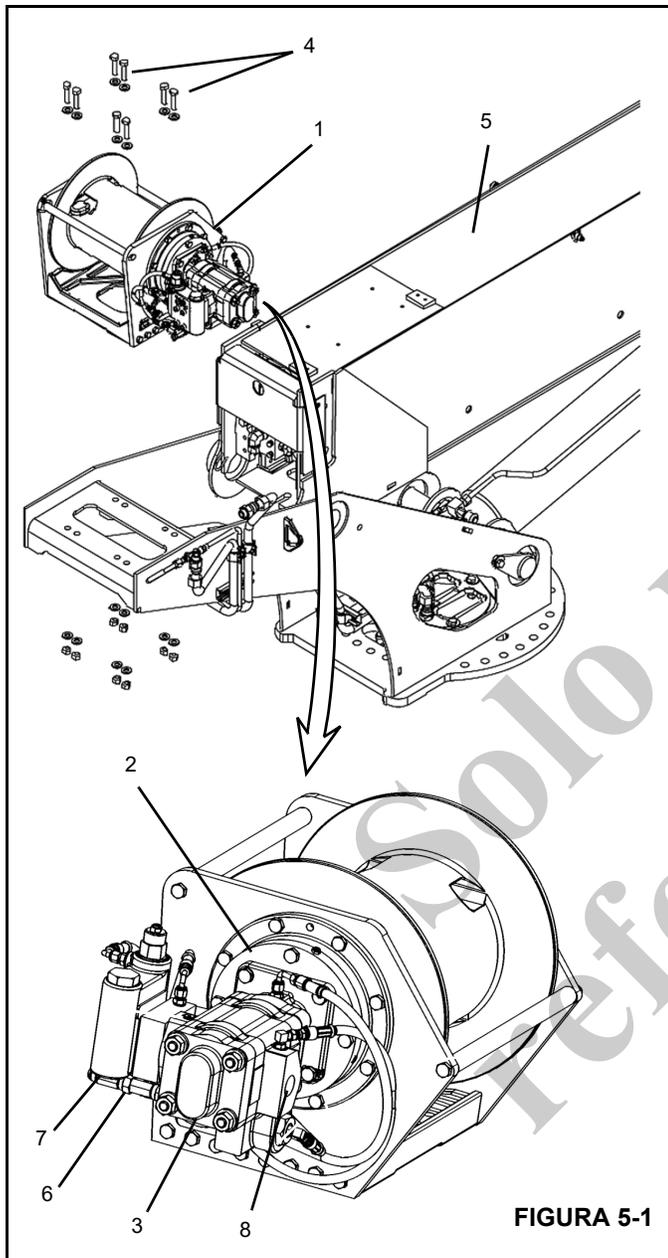

FIGURA 5-1
**NOTA:** Vea la Figura 5-1 para la identificación de artículos.